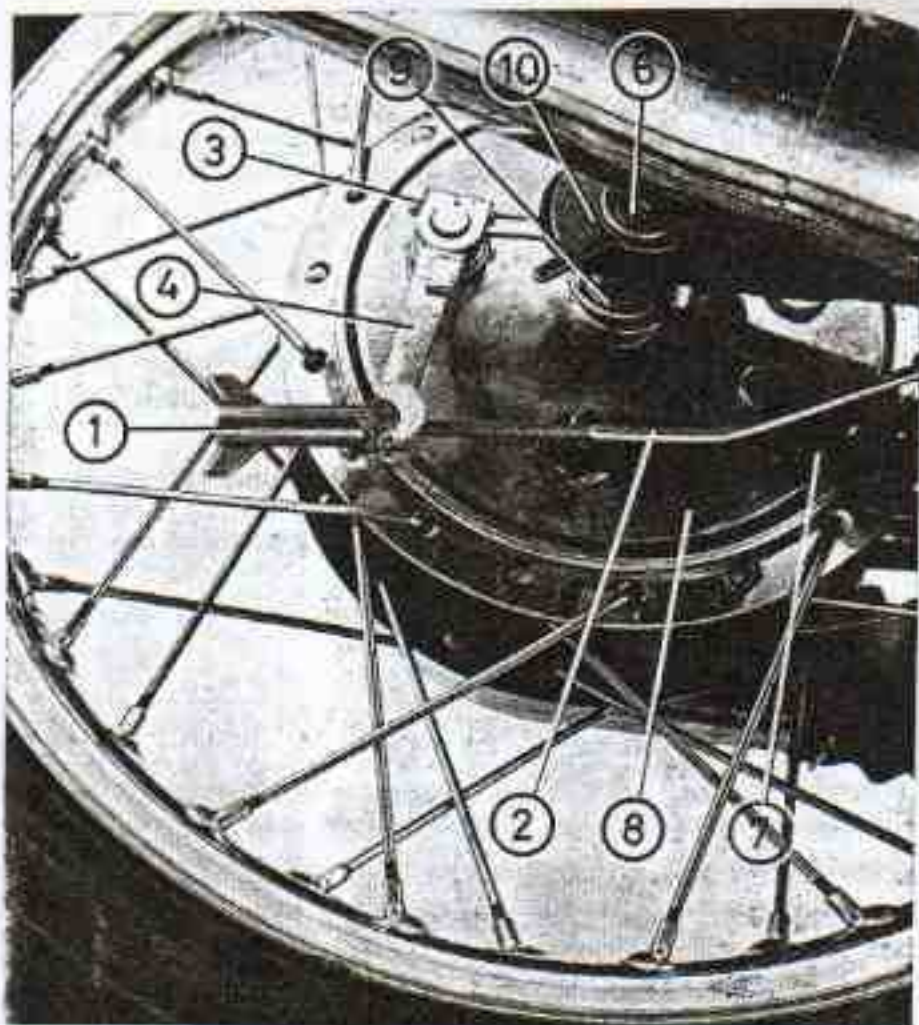

Fig. 24
- Aflojar el tirante anclaje 7 (fig. 24).
- Relâcher le tirant d'ancrage 7 (fig. 24).
- Slacken off the tie rod 7 (fig. 24).
2. **Desmontaje de la rueda trasera.** Para ello soportar la máquina de manera que la rueda gire libremente. Desmontar el tirante anclaje del plato portazapatillas 8 (fig. 24) aflojando previamente su fijación a la basculante 7. Soltar el cable del freno, presionando sobre la palanca 4.
2. **Démontage de la roue arrière.** Placer la machine sur un support de façon à ce que la roue tourne librement. Démonter la bride d'ancrage du plateau porte-garnitures 8 (figure 24), en desserrant au préalable sa fixation au bras oscillant 7. Détacher le câble du frein en faisant pression sur le levier 4.
2. **Removing the Rear Wheel.** Support the frame so that the rear wheel is off the ground. Remove the anchor plate from the backing plate 8 (fig. 24) previously loosening its attachment to the swinging arm 7. Remove the brake cable, pressing on arm 4.